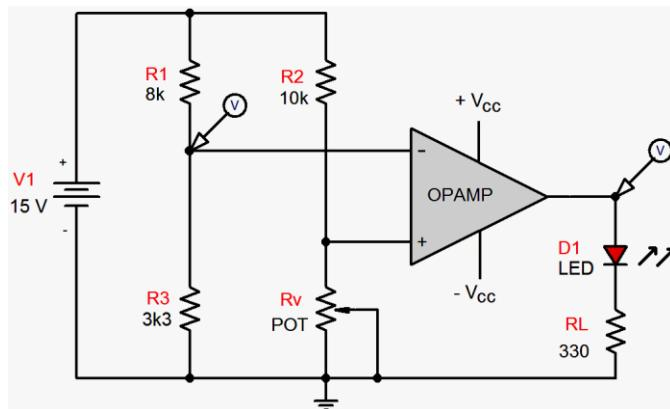

Figura 3.40.
► EF 36 (ALBUQUERQUE e SEABRA, 2012) – Qual é o valor a ser ajustado no resistor variável  $R_v$  no circuito da Figura 3.40 para que o diodo LED seja acionado (saída do AOP em nível alto)?